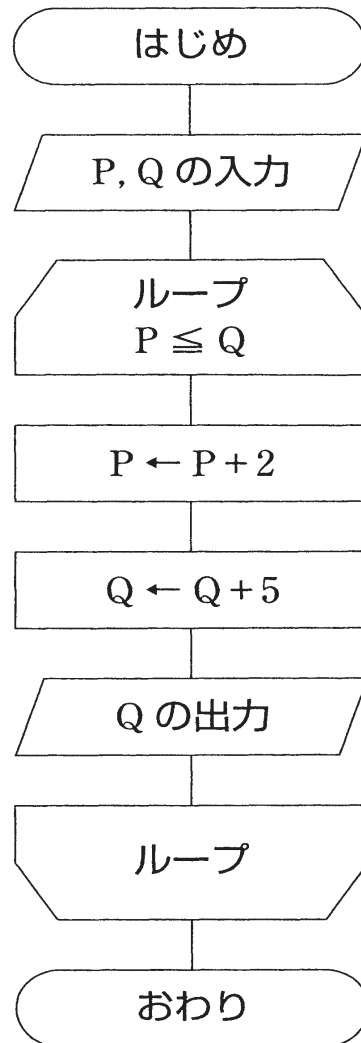

図3
(4) 図3の流れ図において、 $P = 2$ 、 $Q = -8$ を入力したとき、第3回目に出力される Q の値について正しいものを1～5から一つ選べ。解答番号は